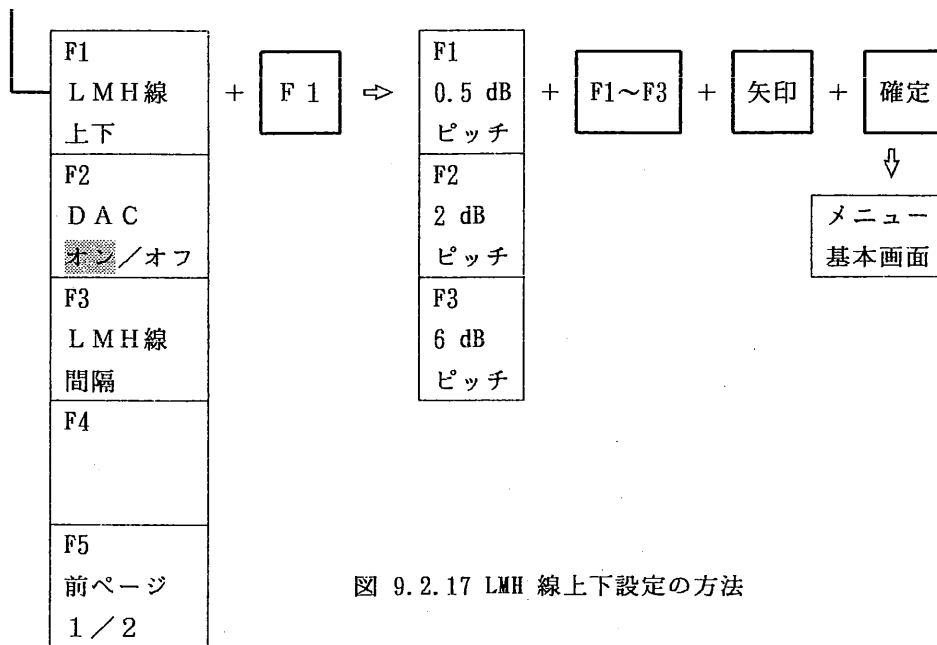

図 9.2.17 LMH 線上下設定の方法
- ① 選択キー〔F4〕を1回押すと図 9.2.17 の選択メニューが表示されます。更に選択キー〔F5〕を1回押すと図 9.2.17 の選択メニューが表示されます。
- ② 更に、この〔LMH線上下〕機能を作動させるためには、選択キー〔F1〕を1回押します。表示器のメニュー表示エリアには図 9.2.17 のように、上下のために入力するゲインのピッチを選択する選択メニューが表示されます。